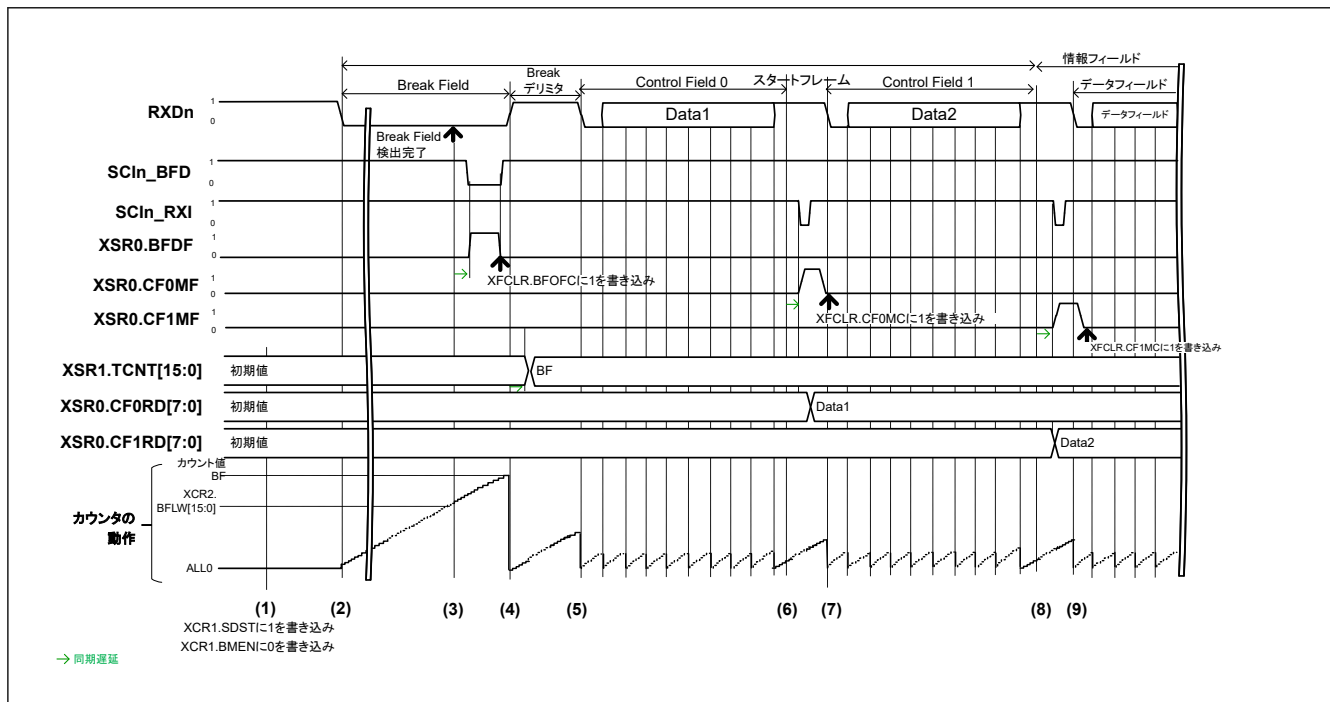
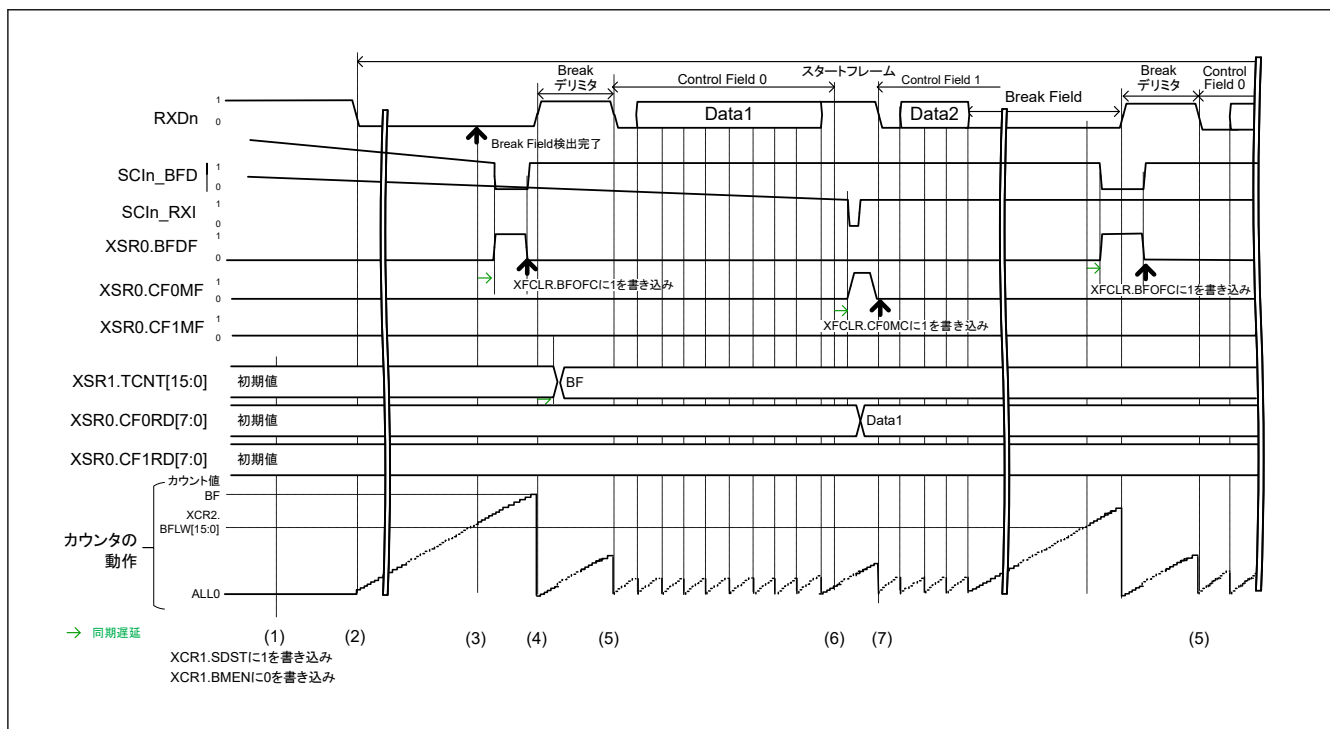
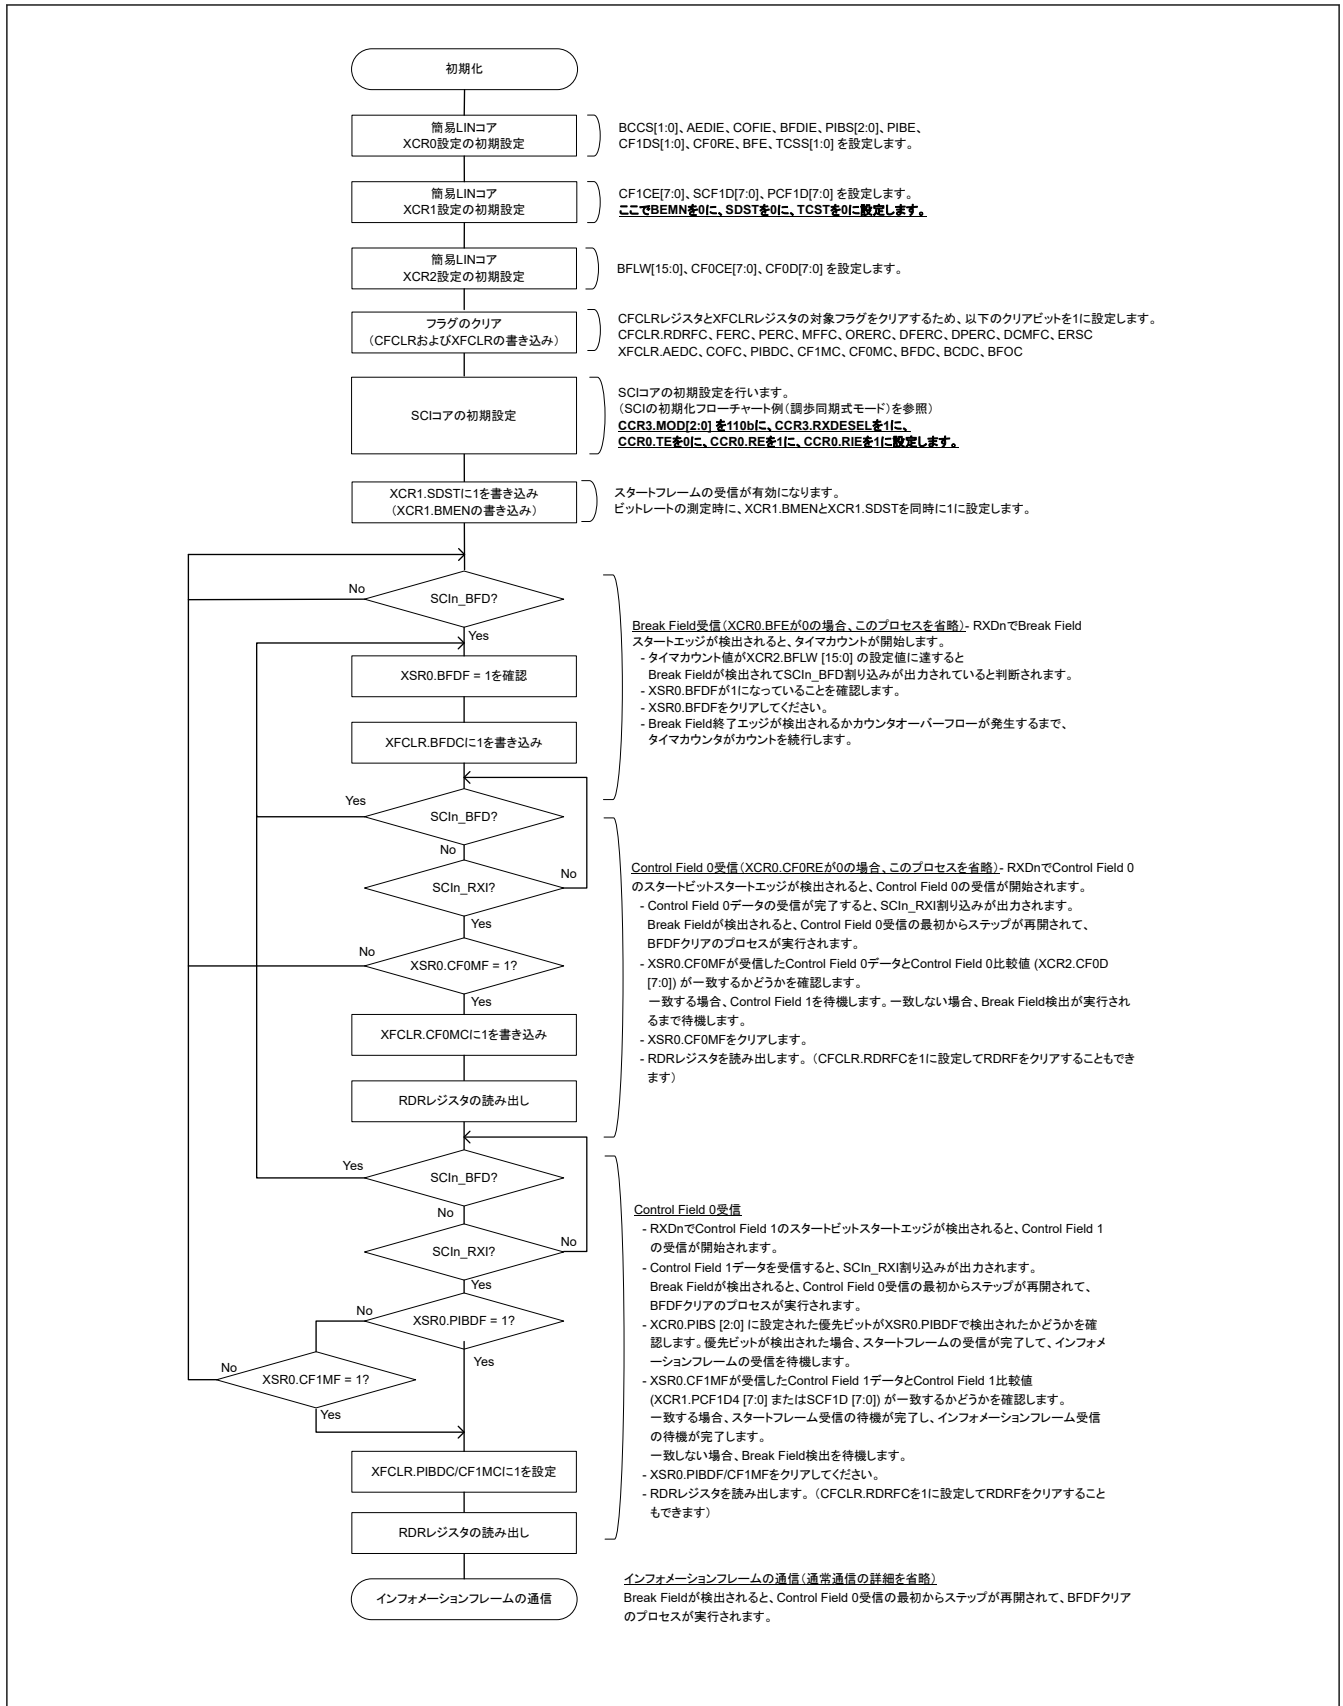
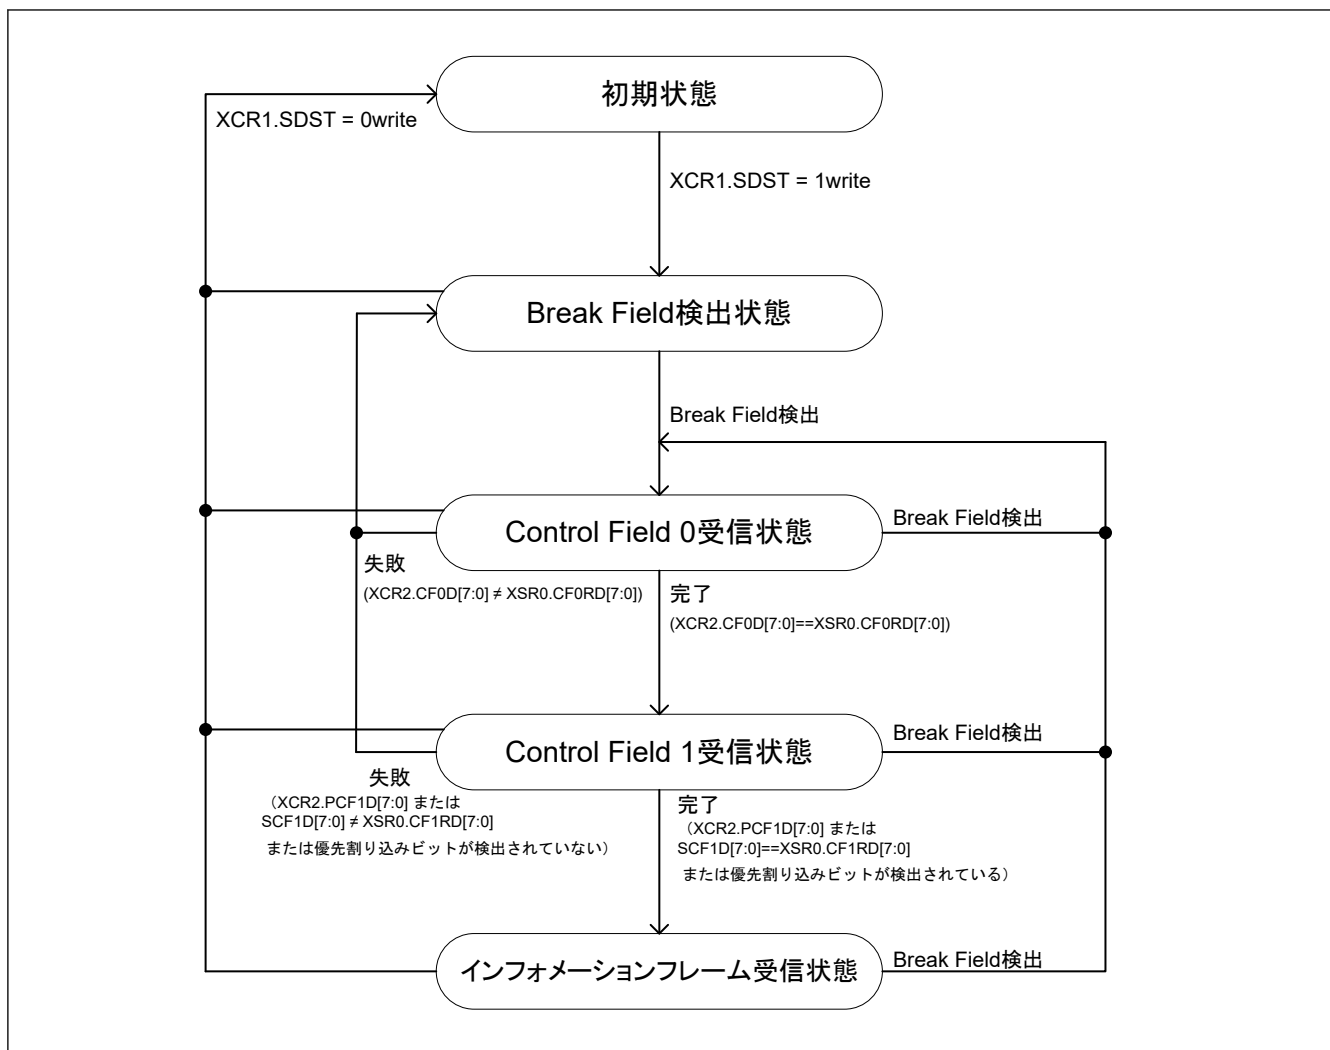

図 26.103 スタートフレームの通常受信例 (PIB は未使用)
図 26.104 Control Field 1 の場合に Break Field を検出するスタートフレーム受信例 (PIB は未使用)
図 26.105 スタートフレーム受信フローチャート例
図 26.106 スタートフレーム受信の状態遷移図
図 26.103 に、Break Field、Control Field 0、および Control Field 1 で構成されたスタートフレームの通常受信例を示します。図 26.104 に、Control Field 1 の場合に Break Field を検出する受信例を示します。図 26.105 にスタートフレームの受信フローチャートを、図 26.106 に状態遷移図を示します。
5. SCI コアが Control Field 0 の受信を開始します。簡易 LIN はエッジインターバルを継続してカウントするため、簡易 LIN は XCR2.BFLW[15:0] に設定されている期間以上の Low を Break Field の検出として判断します。Break Field が Control Field 0 フェーズで検出されると、SCI コアは Control Field 0 を再度受信するまで待機します(図 26.104)。
(1)~(7) は、図 26.103 のスタートフレーム受信例の (1)~(7) と同じです。
(8) XCR0.PIBS[2:0] ビットに指定されている値が、設定されている XCR1.PCF1D[7:0] 値と一致する場合、XSR0.PIBDF は 1 になり、SCI がインフォメーションフレームの通信を実行します。設定されている XCR1.PCF1D[7:0] 値とも設定されている XCR1.SCF1D[7:0] とも受信の Control Field 1 データが一致せず、かつ優先割り込みビットが検出されない場合、SCI は Break Field 検出前の状態に遷移します。
(9) SCI のコミュニケーションインフォメーションフレーム